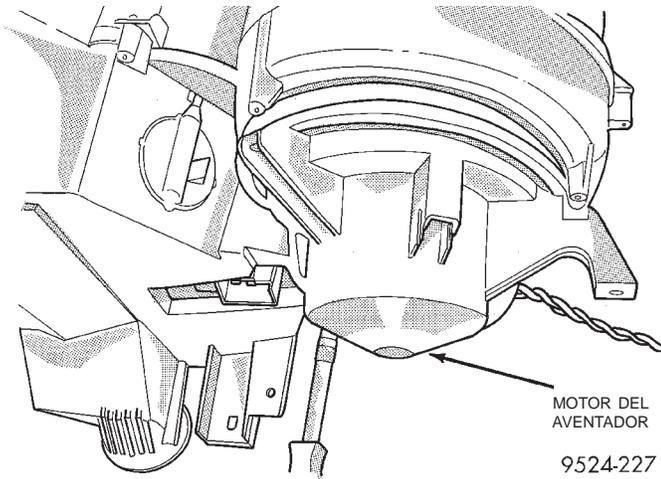

Fig. 83 Motor del aventador
(13) Retire el motor del aventador (Fig. 83).